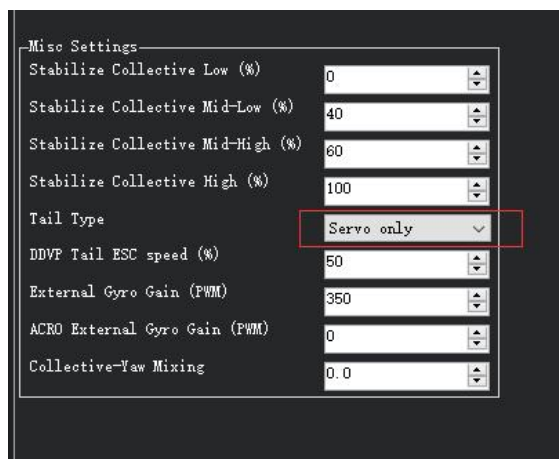
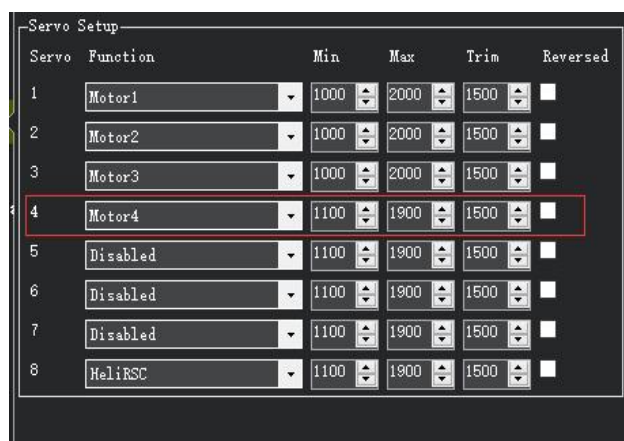

图 1 配置成 Servo Only
图 2 配置输出通道
1. Servo Only：仅使用舵机控制，ArduPilot 将像尾桨陀螺仪一样提供尾桨稳定性，并控制尾桨叶片的桨距。如下图 1 所示，在 Tail Type 下拉菜单中选择 Servo Only 即可配置为仅使用舵机控制。如下图 2 将参数 SERVOx\_FUNCTION 设置成 Motor4 来控制尾舵机（默认为 4 通道输出）。